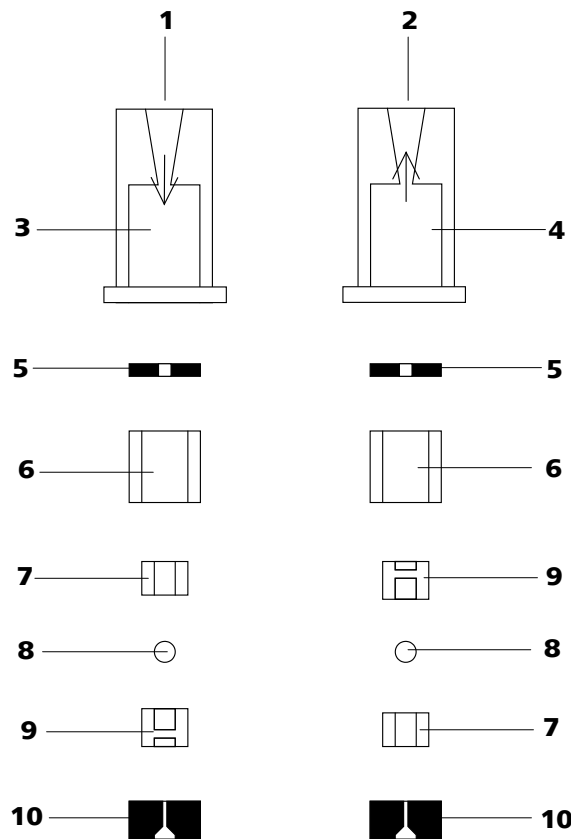

Figura 33 Componentes de la válvula de entrada y de la válvula de salida
- Las válvulas de entrada y de salida están integradas por los mismos componentes, que solamente están dispuestos de forma diferente (véase Figura 33, página 69).
Vuelva a montar los componentes de la válvula según la figura 33, página 69.
- Coloque los componentes restantes de la válvula en orden correcto (véase Figura 33, página 69) uno encima del otro
En caso contrario, se deberá volver a desmontar la válvula y montarla correctamente (véase Figura 33, página 69).